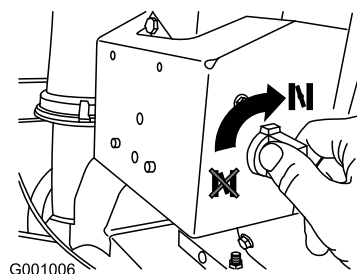

Bild 23
4. Drehen Sie den Choke auf die Ein-Stellung (Bild 23).